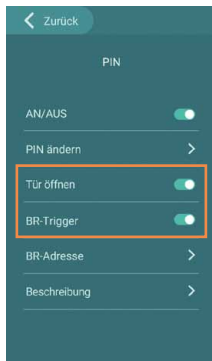

Abb. 11
- ▶ Aktivieren Sie die beiden Funktionen **Tür öffnen** und **BR-Trigger** (Abb. 11), um z. B. den Türöffner zu betätigen und gleichzeitig das Treppenhauslicht einzuschalten. (Weitere Informationen finden Sie hierzu in der Produktbeschreibung VILLA BR.)